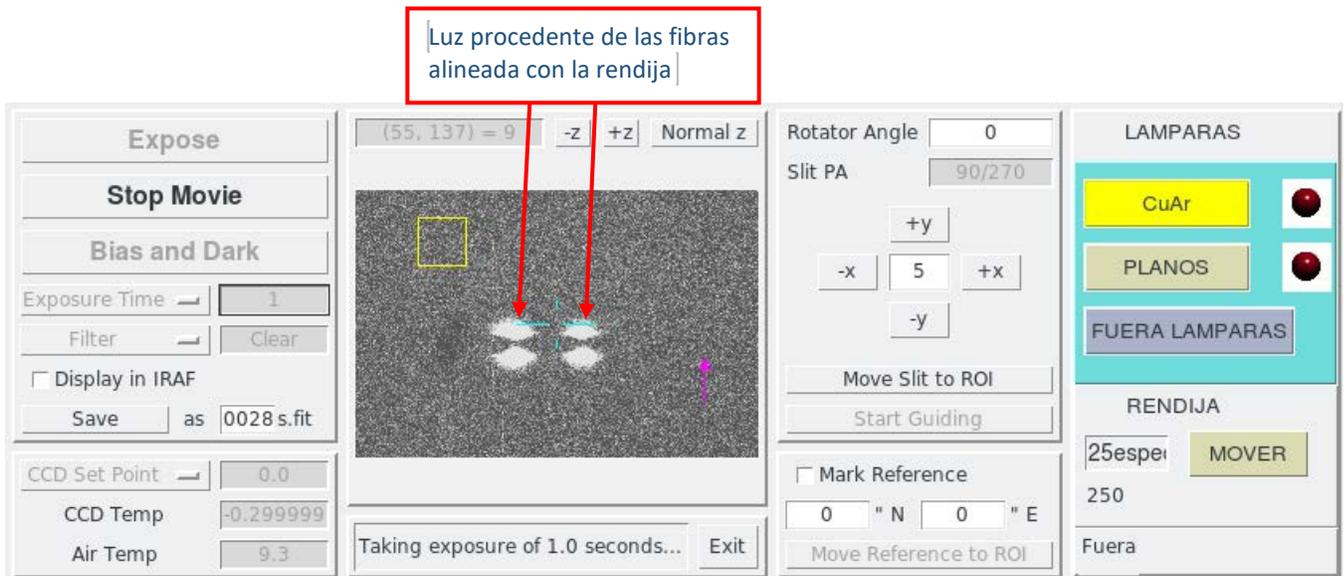

Figura 13. Interfaz de control y monitoreo de la rendija del Boller & Chivens.
3. En la interfaz de la cámara de rendija del espectrógrafo Boller & Chivens verificar que la luz procedente de las fibras esté bien alineada con la rendija. En la figura 13 se aprecia cómo debe observarse esta alineación.
6. Cuando la luz de la estrella esté pasando a través del *pinhole*, en la cámara de la rendija del Boller & Chivens deberá observarse la luz de las fibras tal como en la figura 13.
9. Opcionalmente, con la estrella brillante, se puede poner la bayoneta del polarizador en posición dentro, y girar la mesa rotatoria con el botón 'Move' al ángulo deseado, adquirir las imágenes y revisar el cambio de balance en la luz que procede de las fibras. Esto se puede ver en la cámara de la rendija (figura 13) o en el ds9 de la cámara científica (figura 16).